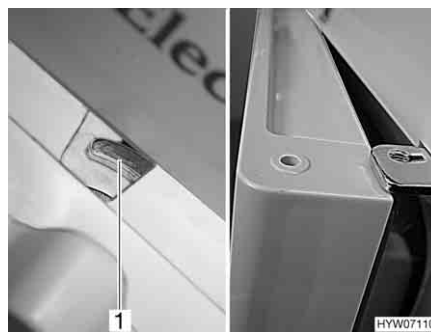

Fig. 120 Porta del frigorifero in posizione di ricircolo dell'aria (serie Dometic 7)
- Spostare il dispositivo di bloccaggio completamente verso destra. La porta del frigorifero è bloccata con l'ausilio dell'arresto della porta (Fig. 120,1). In questo modo la porta del frigorifero rimane ferma in posizione socchiusa (Fig. 120).